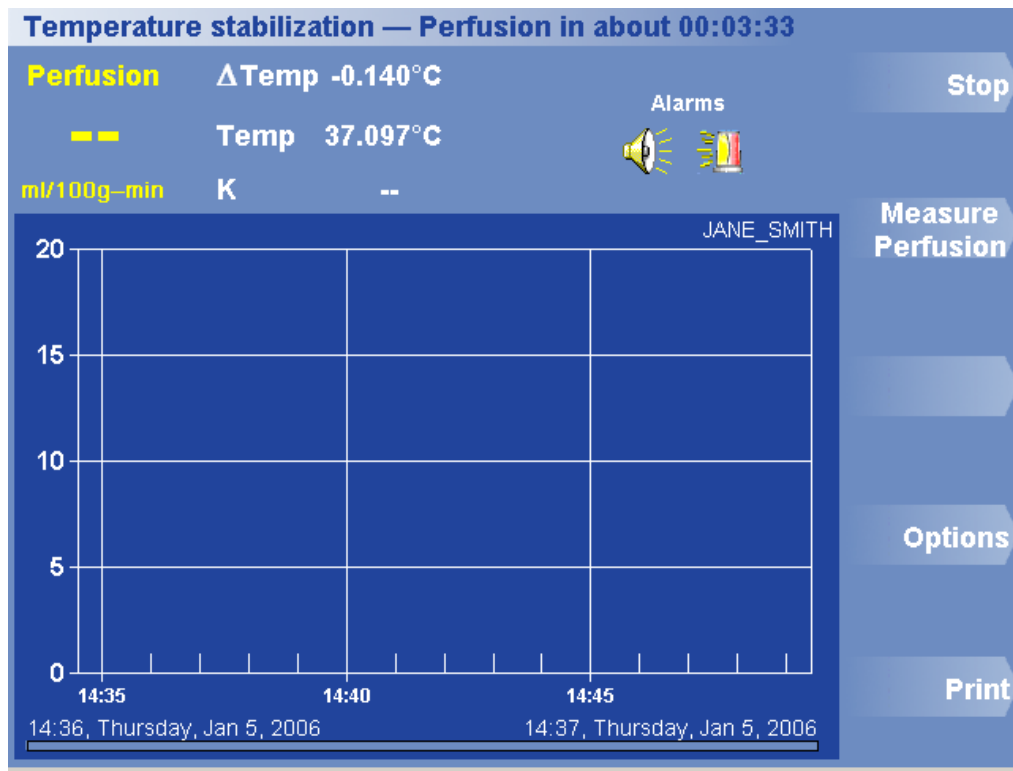

図 14 停止メニュー
**開始**を押すと、**停止**メニューが表示されます（図 14 を参照）。停止を押して、測定サイクルを中断し灌流を停止します。